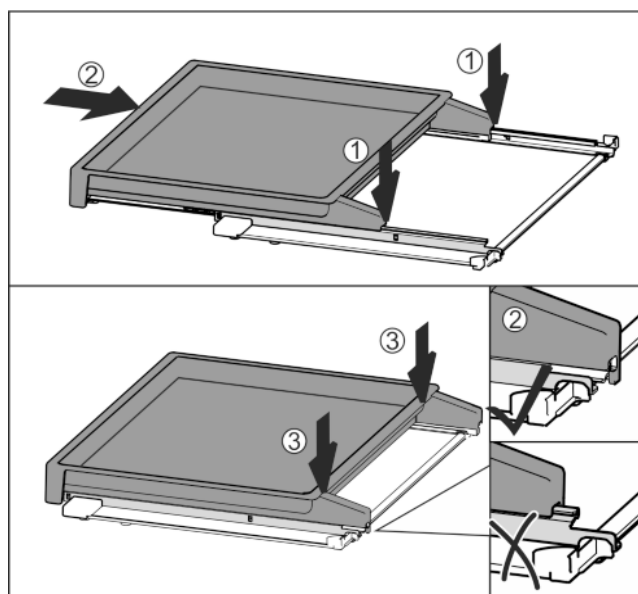

Fig. 38
- La poser au centre sur les rails Fig. 38 (1).
- Insérer complètement la bordure télescopique Fig. 38 (2).
- Appuyer sur sa partie arrière jusqu'à ce qu'elle s'enclenche de manière audible Fig. 38 (3).